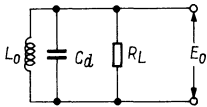

Bild 5. Vereinfachtes Impulstransformator-Ersatzschaltbild mit den für die Rückflanke und das Rückschwingen verantwortlichen Elementen
**Endflanke und Rückschwingen:** Während der Zeit der Endflanke können die Kapazitäten nicht mehr vernachlässigt werden, da nun  $de/dt$  des Primärimpulses nicht mehr gleich 0 ist. Es ergibt sich dann eine einfache Transformations-Ersatzschaltung nach Bild 5.